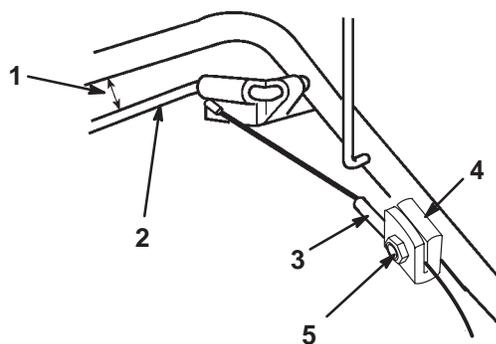

Figure 25
1. Desserrer l'écrou du support de câble (Fig. 25).
2. Tenir la barre de commande de traction à une distance de 25 à 38 mm (1-11/2") du mancheron (Fig. 25).